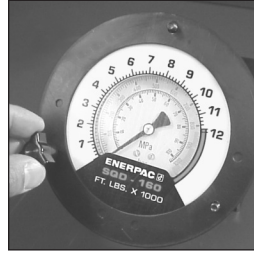
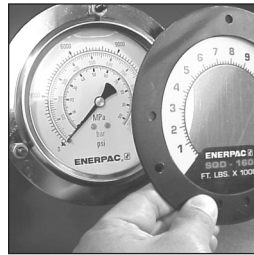

图 9
图 10
1. 卸下固定压力计前法兰的三个黑色翼形螺母(见图 9)。
2. 卸下前法兰和扭矩盖(见图 10)。
4. 将扭矩盖贴到法兰背面(见图 10),然后将法兰插到调节螺母上,根据需要将扭矩盖重新定位,然后将调节螺母的翼拧紧(见图 9)。